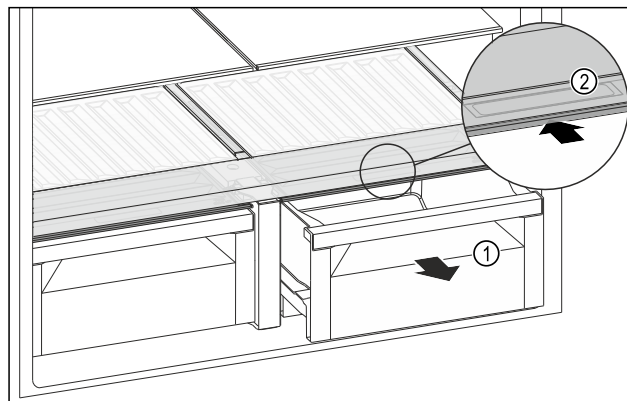

Fig. 130
- Schuifvak Fig. 130 (1) uittrekken.
- Greeplijst Fig. 130 (2) op het vakdeksel vastpakken en het vakdeksel gelijktijdig naar achteren schuiven.